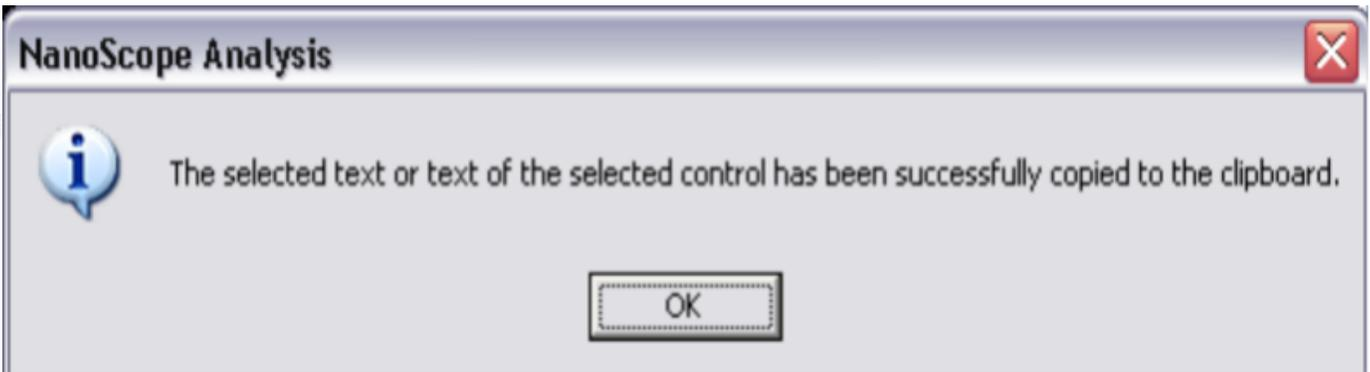

图2.3 对话框提示数据已被复制到粘贴板。
5. 如图2.3所示，一个对话框出现，告知用户Channel Parameters中的数据已经被复制到了剪贴板。用户可以将这些数据存在想要的界面。